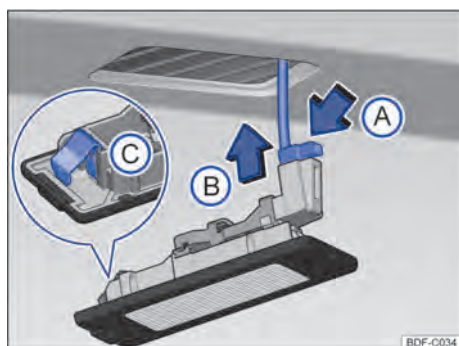

Fig. 134 Luz de la placa de licencia: desmontar el portalámparas.
3. Presione el candado en el casquillo del arnés la linterna en la dirección de la flecha -> Fig. 134 ① y retire el arnés.
4. Tirar de la lámpara quemada del portalámparas para quitarla. Con la linterna desconectada Retire la bombilla quemada tirando de ella -> Fig. 134 ②.
9. Colocar el ensamblaje de la luz de matrícula con cuidado en la abertura del parachoques. Estar atento a la correcta dirección de instalación de la luz de la placa de licencia > Fig. 134 .